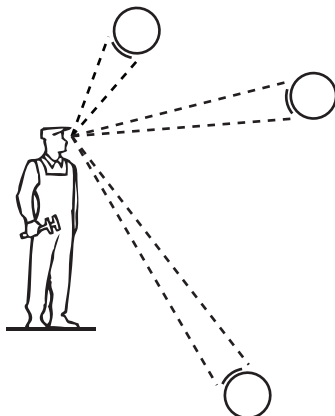

Рисунок 3
3.14. Самоклеющиеся маркеры следует наклеивать на трубопровод таким образом, чтобы он был максимально повернут в сторону наблюдателя (рис. 3).